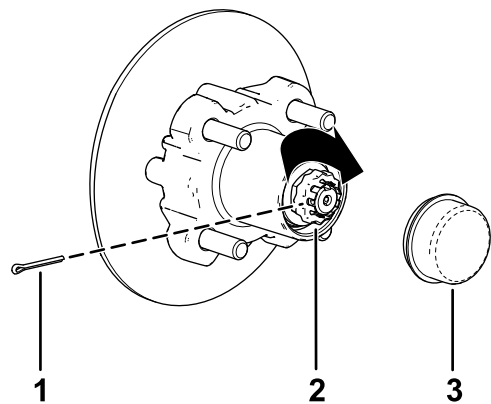

Figura 43
8. Coloque el retén sobre la tuerca y compruebe la alineación de la ranura del retén y el taladro de la claveta del eje (Figura 43).
9. Instale la claveta y doble las patas alrededor del retén (Figura 43).
10. Instale el tapón guardapolvo sobre el cubo (Figura 43).